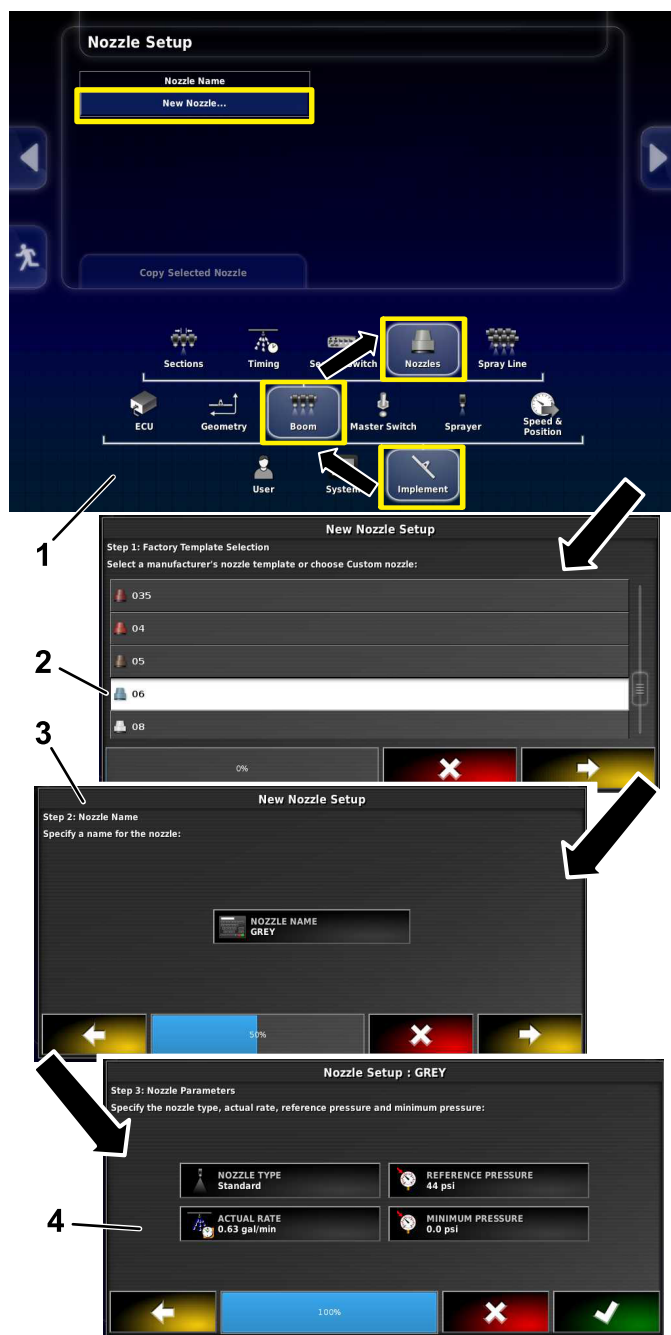

Figura 6
2. Seleccione el icono del implemento, el icono de los brazos y el icono de las boquillas (Figura 6).
3. Seleccione el icono de boquilla nueva en la parte superior de la pantalla (Figura 6).
4. Seleccione la boquilla (tamaño y color) (Figura 6).
5. Pulse el icono NOMBRE DE LA BOQUILLA (Figura 6).